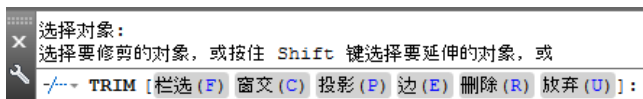
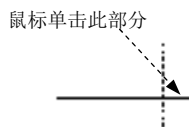
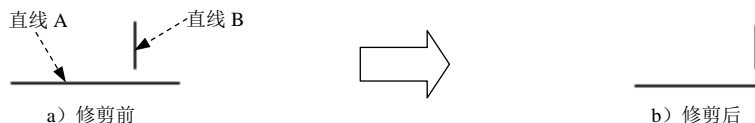

图 6.4.3 命令行提示 (二)
图 6.4.4 操作过程
图 6.4.5 修剪不相交的对象
Step4. 修剪对象。选取修剪边后, 系统命令行提示如图 6.4.3 所示, 在此提示下单击直线 A 位于直线 B 右侧的部分, 则该部分被剪掉, 如图 6.4.4 所示。按 Enter 键结束剪切操作。
说明: 图 6.4.3 所示提示中第一行的含义是, 如果该对象与剪切边交叉, 则需选取要剪掉的多余部分; 如果修剪对象没有与剪切边相交, 则需按 Shift 键并选取该对象, 系统会将它延伸到剪切边。
在图 6.4.3 的提示信息中, **边(E)** (即“边模式”)选项可控制是否将剪切边延伸来修剪对象。下面以图 6.4.5 所示为例, 说明修剪不相交的一般操作步骤。
Step3. 选择修剪边。选取图 6.4.5 中的直线 B 为剪切边, 按 Enter 键结束选取。